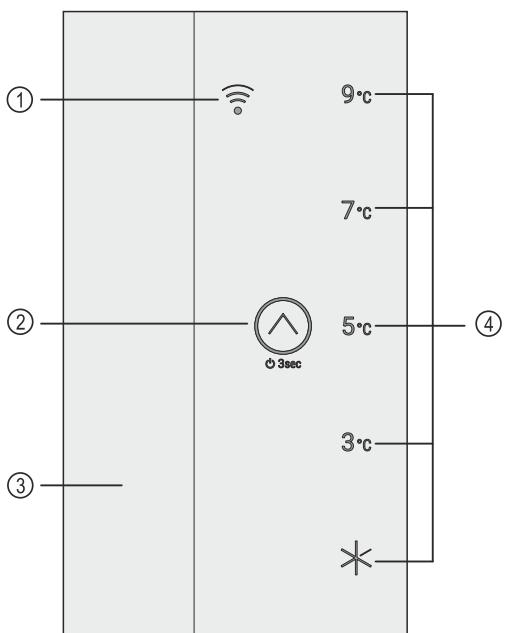

Fig. 21 Елементи за обслужване и инпакетиране
- Fig. 21 Елементи за обслужване и индикация
(1) Светодиод за WLAN	(3) Вътрешно осветление
(2) Сензорен бутон	(4) Индикация за темпера- турата/статуса